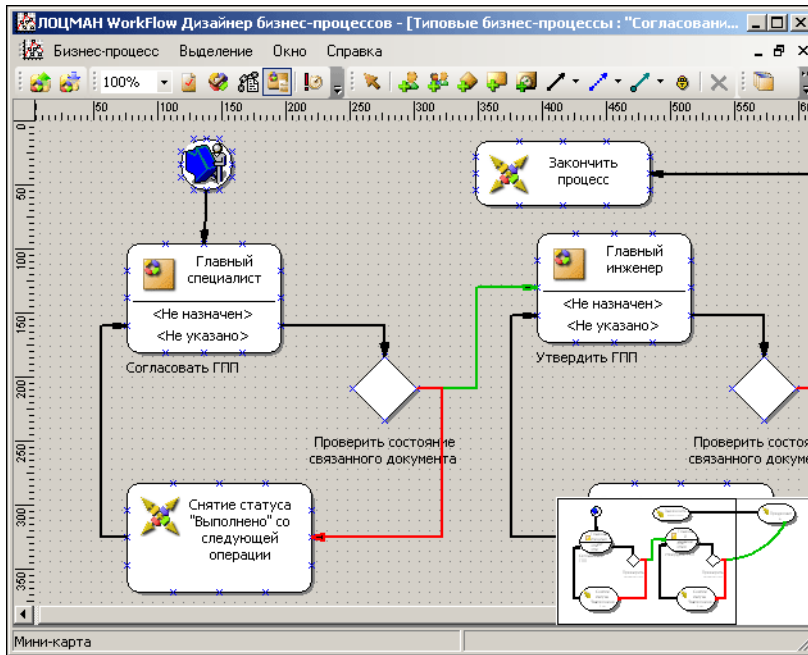

Рис. 3.4.
2. Когда курсор примет вид «крестика», нажмите левую клавишу мыши и не отпускайте ее. Откроется мини-карта с уменьшенным изображением схемы. Та часть схемы, которая видима в настоящий момент на экране, будет выделена на мини-карте прямоугольником (рис. 3.4).